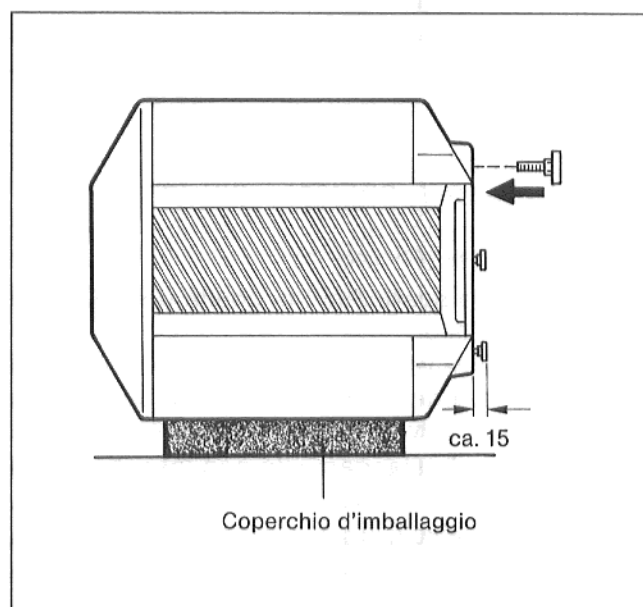

Fig. 3
- Togliere il coperchio d'imballaggio e posarlo a terra per usarlo come superficie d'appoggio (Fig. 3).
- Appoggiare l'accumulatore sullo spigolo della paletta di base e posarlo con la parte laterale sulla superficie d'appoggio (Fig. 3).
- Avvitare per circa 15 mm 3 viti per la messa in posa nella base inferiore dell'accumulatore (Fig. 3).